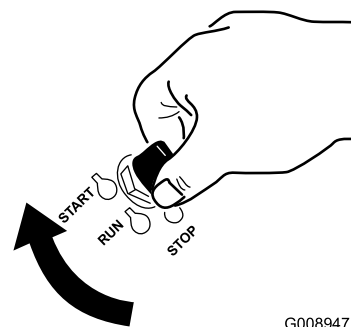

図 17
7. 始動キーを Start 位置に回す 図 17。エンジンが始動したら、キーから手を離す。